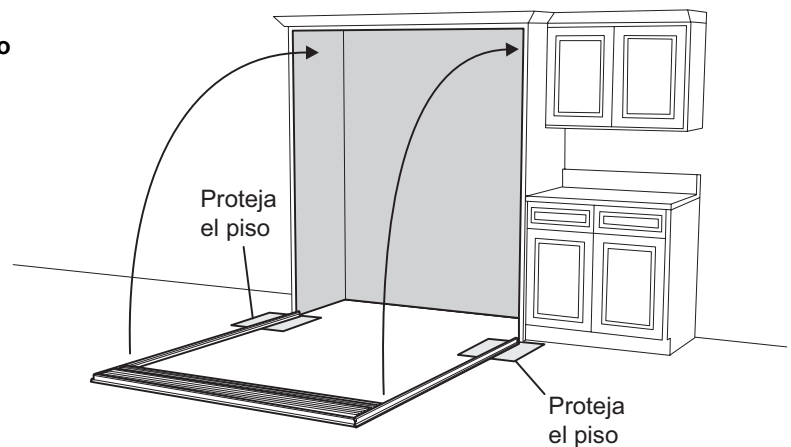

Figura 5
- Primero, coloque una cubierta protectora en el lugar donde la moldura lateral va a hacer contacto con el piso, cerca de la abertura preliminar. Luego, mantenga firme la parrilla y el marco, y céntrelos en la abertura preliminar. Vea la figura 5. Es posible que tenga que usar varios pedazos de cinta adhesiva en los ángulos superiores y en el centro de la parte superior, para mantener temporalmente el ensamblaje en su lugar.